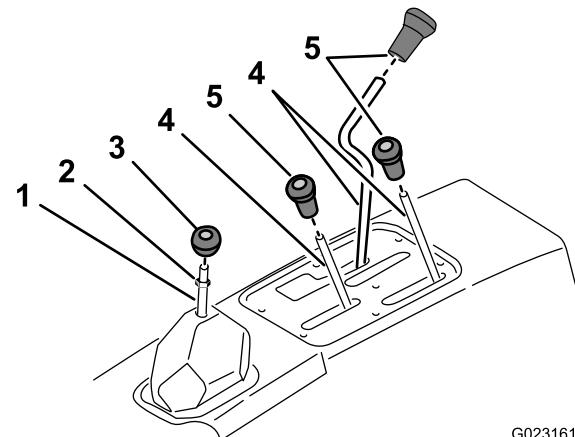

図 2
1. コンソールについている各種レバーおよびギアシフト・レバーについているノブを全部外す図2
2. ギアシフトレバーからジャムナットを外す図2。